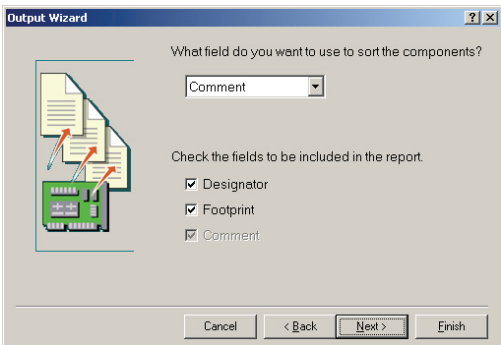

图 6-113 选择元器件排序依据对话框
9) 选择了列表形式后，接着单击“Next”按钮，系统将弹出如图 6-113 所示的选择元器件排序依据对话框。该对话框中“**What field do you want to use to sort the components**”选项用于选择排序的依据。如选择“Comment”，则用元器件名称来对元器件报表排序；“**Check the fields to included in the report**”选项用于选择报表所要包含的范围，包括“Designator”“Footprint”和“Comment”3个复选框。